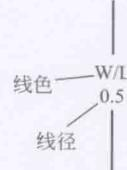

图1-1-15 导线的颜色和截面积表示
- 13：导线的颜色和截面积（单位： mm^2 ）。如图1-1-15所示。